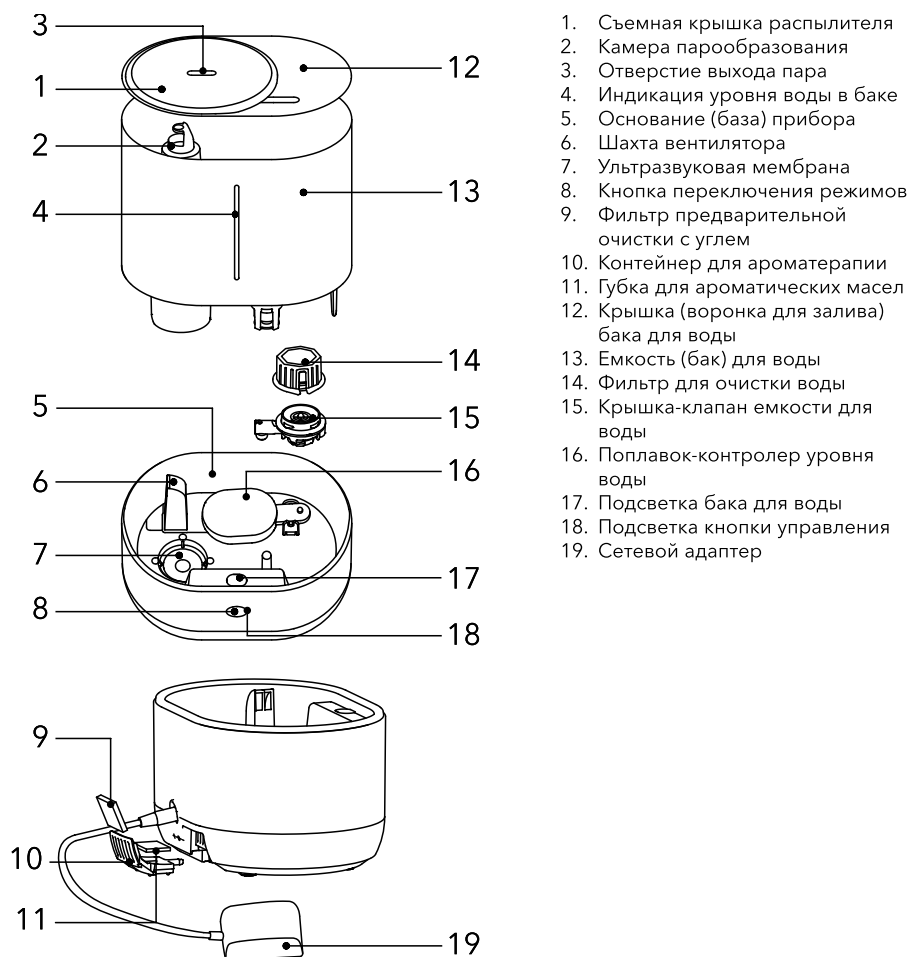

Рис. 1 Описание прибора
3. Налейте чистую воду непосредственно в емкость для воды. Уровень воды не должен превышать отметку MAX внутри бака (рис.2). Воду можно заливать в воронку для залива воды (рис.1).
При перемещении увлажнителя всегда держите прибор за основание (рис. 1), во избежание падения части прибора, с основными электронными узлами. Если в приборе есть вода, во избежание ее попадания в электронные узлы через шахту вентилятора (рис. 1), держите его горизонтально.
1. До начала чистки необходимо выключить прибор кнопкой переключения режимов (рис. 1) и отключить устройство от сети.
2. Снимите крышку распылителя и выньте емкость для воды (рис. 1). Слейте воду из основания прибора. Следите за тем, чтобы вода не попала в шахту вентилятора. Если это произошло, необходимо дать прибору высохнуть и обратиться в сервисный центр.